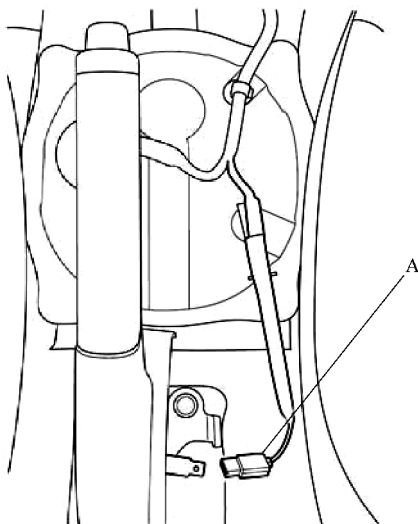

图 18-13 断开驻车制动开关线束
- 3) 断开驻车制动开关线束 A，如图 18-13 所示。